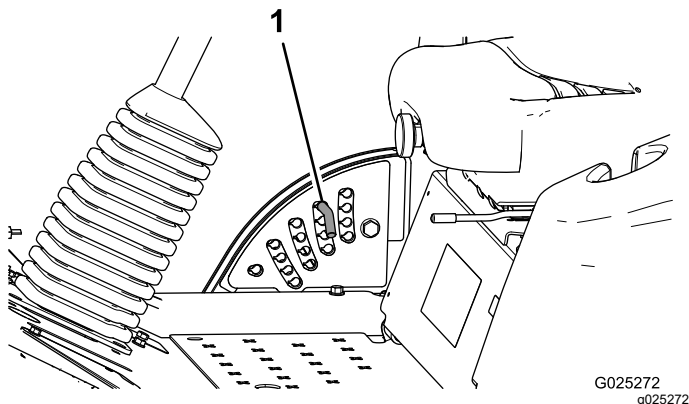

Рисунок 4
2. Для регулировки высоты скашивания поверните стопорный штифт так, чтобы его выступы совпали с прорезями в отверстиях кронштейна высоты скашивания, и извлеките штифт (Рисунок 4).
высоте скашивания, вставьте штифт и, нажимая на него, поверните до фиксации в отверстии (Рисунок 4).
Примечание: В кронштейне есть четыре ряда отверстий (Рисунок 4). Верхний ряд обеспечивает высоту скашивания, указанную над штифтом. Второй ряд обеспечивает указанную высоту скашивания плюс 6 мм. Третий ряд обеспечивает указанную высоту скашивания плюс 12 мм. Нижний ряд обеспечивает указанную высоту скашивания, плюс 18 мм. Для положения 127 мм имеется только одно отверстие, расположенное во втором ряду. Это положение соответствует высоте скашивания 127 см, и 6 мм к нему не добавляется.